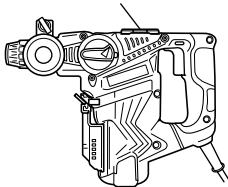

Fig. 32
- (1) Démonter le couvercle du carter et essuyer à fond la vieille graisse à l'intérieur. (Fig. 32)
- (2) Mettre 1 once (30 g) de graisse A à marteau électrique Hitachi (accessoire standard en tube) dans le carter.
- (3) Après avoir remplacé la graisse, bien réassembler le couvercle du carter. À ce moment, éviter d'endommager ou de perdre le joint étanche à l'huile.